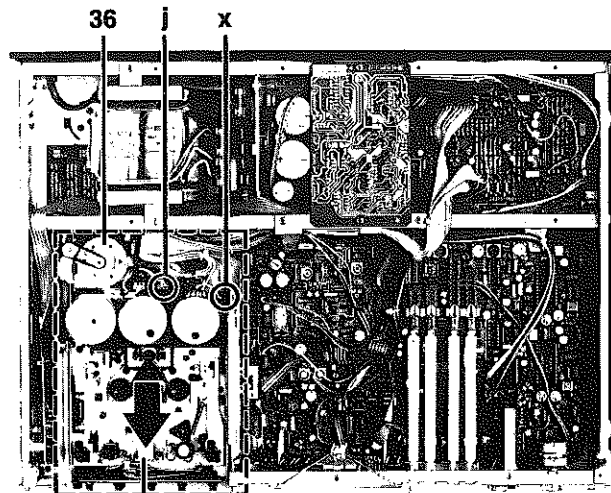

Fig. 3
- Retirer le tiroir jusqu'à la butée (Fig. 3).
- Retirer le connecteur j du moteur commande de tiroir 36 et enlever la liaison de masse x (Fig. 3)